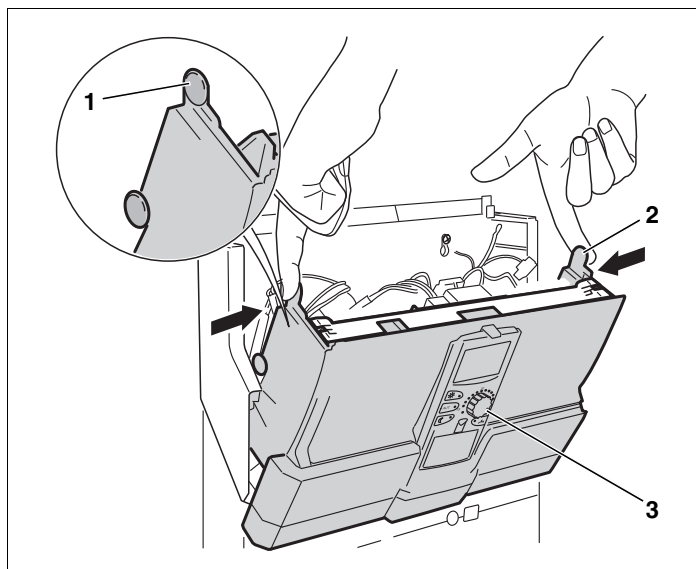

Fig. 3 Abrir a parte dianteira do aparelho
- Pressionar os botões superiores (→ Fig. 3, [1] e [2]) de ambos os lados para dentro.
- Abrir a parte dianteira do aparelho, com o programador (→ Fig. 3, [3]), para a frente.